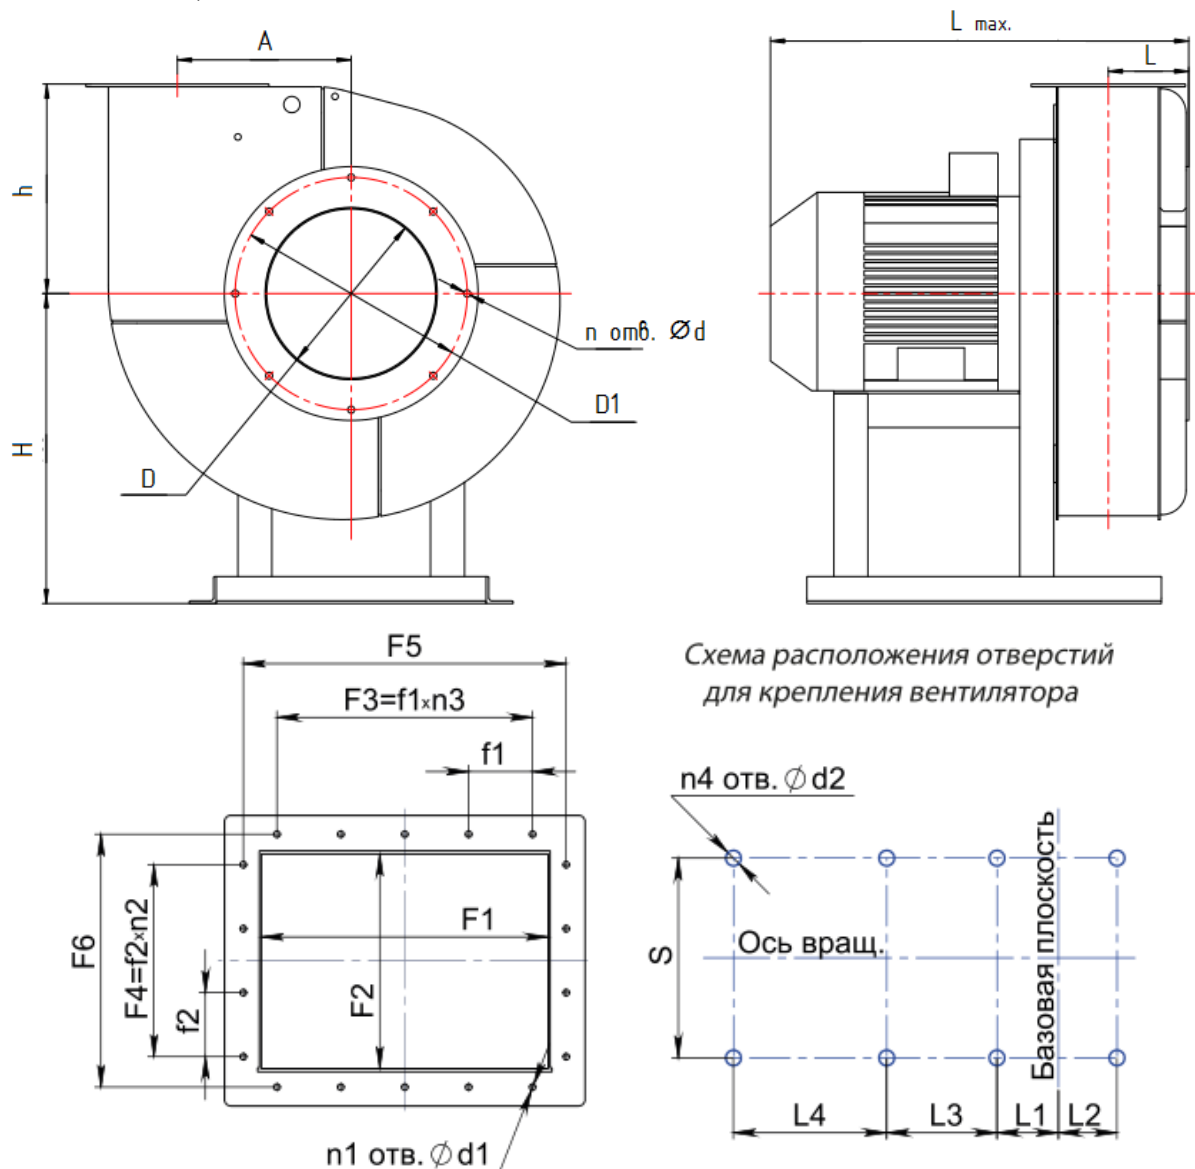
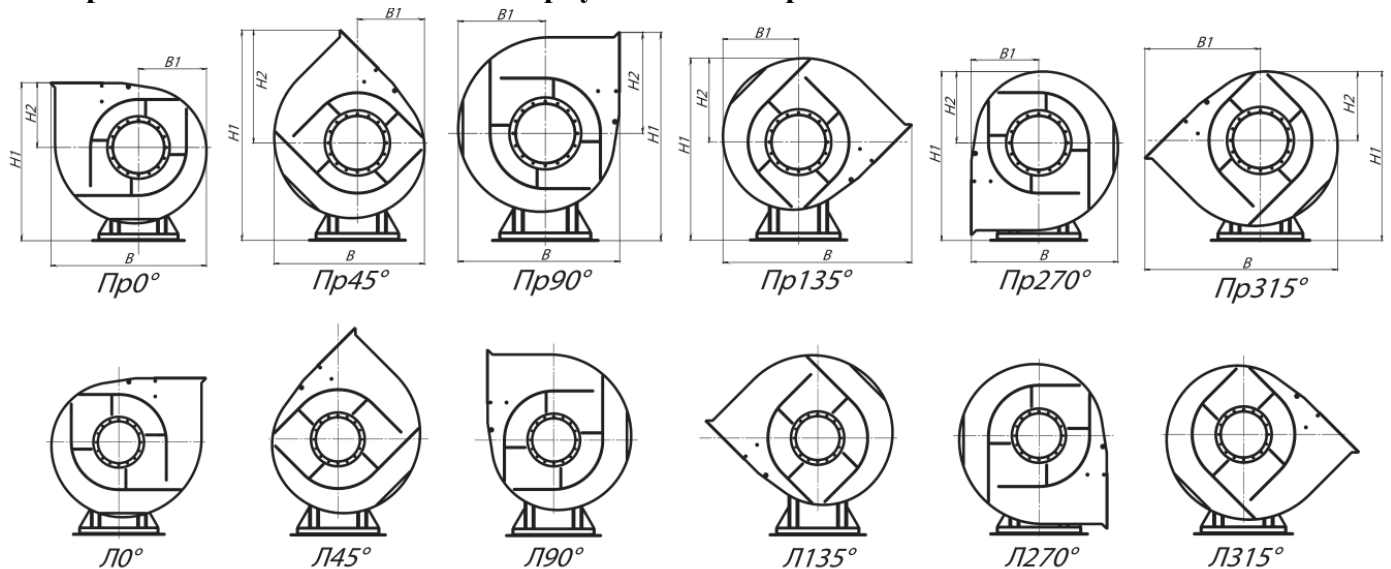

Рисунок 1 – габаритно-присоединительные размеры вентилятора
Рисунок 2- размеры, зависящие от положения корпуса вентилятора
1.2.2. Устройство вентиляторов, габаритные, присоединительные и установочные размеры вентиляторов указаны на рис. 1, рис. 2, табл. 1, табл. 2.